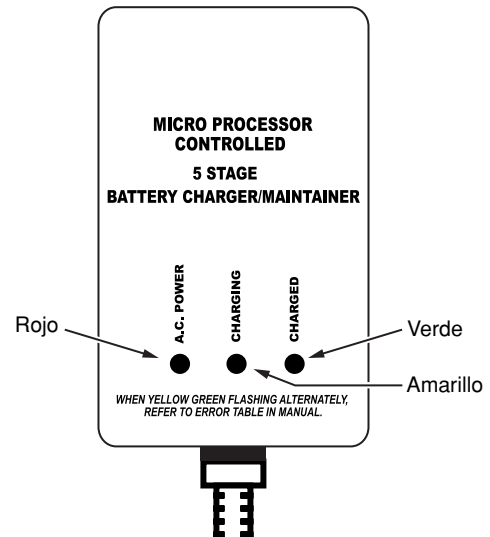

Figura 10 – Tablero DEL FP1800DCC-01
4. Con el cargador debidamente conectado y enchufado, el tablero en la parte delantera del cargador indicará uno de los estados ilustrados en la Figura 10.